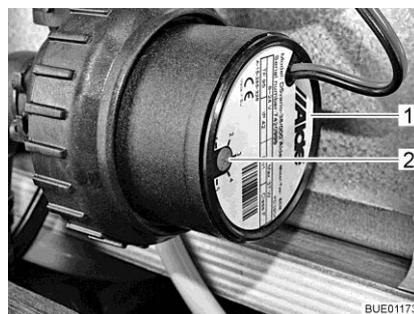

Fig. 216 Réduction de la vitesse de rotation
Le bouton tournant (Fig. 216,2) permet de régler la vitesse de rotation du circulateur. Une faible vitesse de rotation réduit les bruits de fonctionnement de la pompe.
Le bouton tournant se trouve sur le circulateur (Fig. 216,1).
- Tourner le bouton tournant (Fig. 216,2) dans le sens inverse des aiguilles d'une montre. La puissance est réduite.